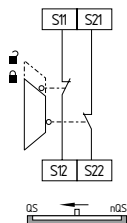

Fig. 17
**Circuito de monitorização de porta de protecção de dois canais com dispositivo de interrupção conforme EN 1088 (ver Fig. 17)**